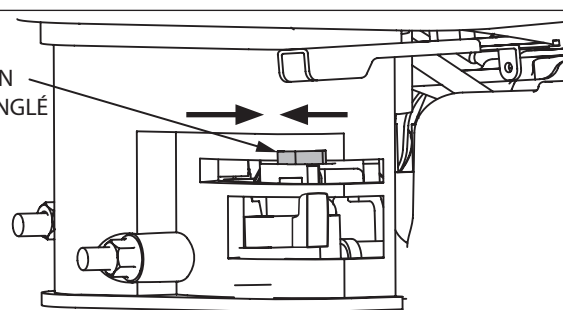

FIGURE 6
- Si le moteur est chaud ou que la température ambiante est élevée, mettre le levier du volet de départ en position **MARCHE** ou à mi-distance entre les positions **ÉTRANGLÉ** et **MARCHE**. **VOIR FIGURES 6 ET 7.**
9. Une fois que le moteur se met en marche, mettre le levier du volet de départ à mi-distance entre les positions **MARCHE** et **ÉTRANGLÉ**. Cette position est considérée comme la position **SEMI-ÉTRANGLÉ** du volet. **VOIR FIGURE 6.**